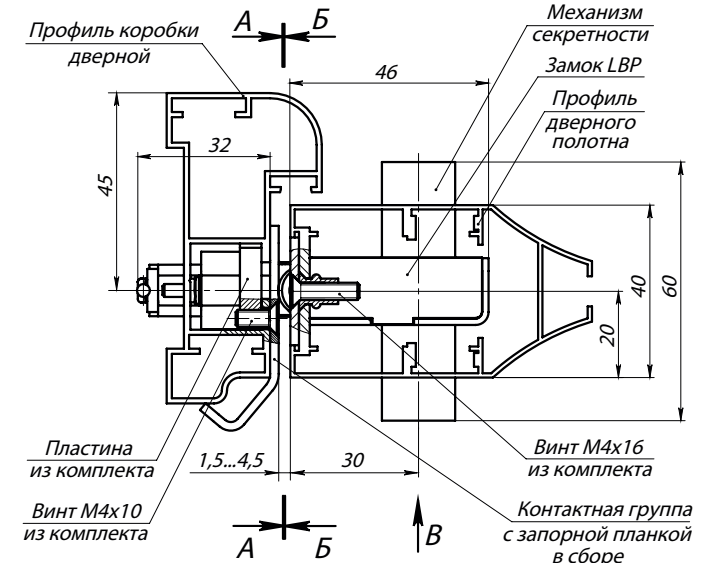

Рис. 2. Замок с контактной группой PERCo- BP1 в сборе (виды А, Б и В изображены на установочных шаблонах)
- профили дверного полотна T34, T53, T81, T85 и профиль дверной коробки T72-14 (ООО «Петралюм»), или аналогичные им по своему сечению (см. рис. 2).